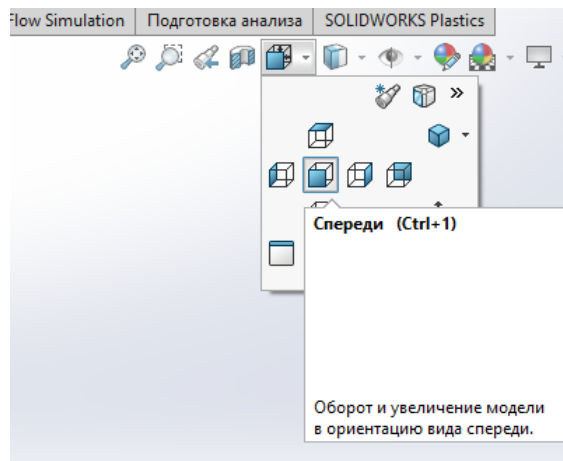

Рисунок 3 – выбор вида
4. На панели свойств видов выбрать вид спереди или нажать **Ctrl+1** по умолчанию. Рисунок 3.